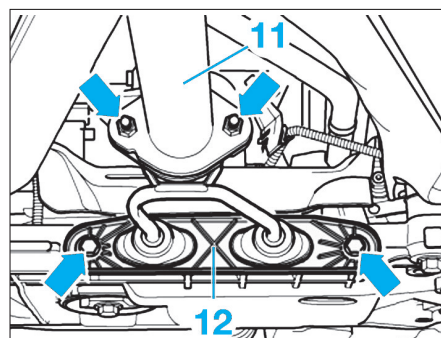

Fig. 5
- Déposer le tube avant d'échappement (11) du tube intermédiaire et le support d'échappement (12) du berceau (Fig.5).